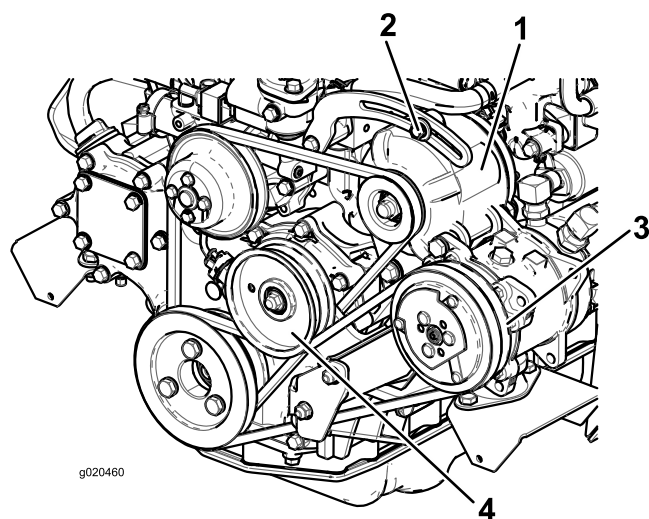

Figura 72
Se a deslocação obtida não for igual a 10 mm, deve desapertar os parafusos de montagem do alternador (Figura 72).
2. Se o desvio obtido não for igual 10 mm, deverá libertar o parafuso de montagem da polia intermédia (Figura 72).